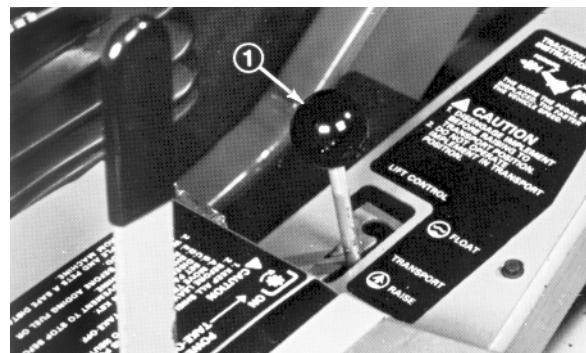
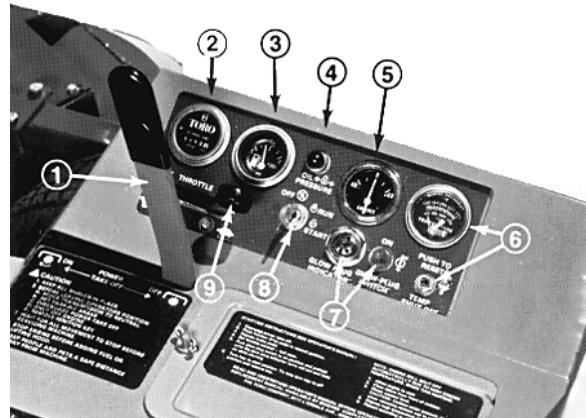

Bild 6
Bild 7
1. Sicherstellen, daß die Feststellbremse aktiviert ist, daß sich der ZWA-Hebel in der AUS-Position befindet (Bild 7) und daß der Hubhebel entweder auf SCHWEBEN oder TRANSPORT steht (Bild 6). Den Fuß vom Fahrpedal nehmen und sicherstellen, daß es auf NEUTRAL steht.
2. Den Gashebel ganz in die SCHNELL-Position bringen (Bild 7).
- Den Zündschlüssel auf START drehen (Bild 7). Sobald der Motor anspringt, den Schlüssel unverzüglich wieder lösen und auf LAUF zurückspringen lassen. Den Gashebel auf LANGSAM stellen.